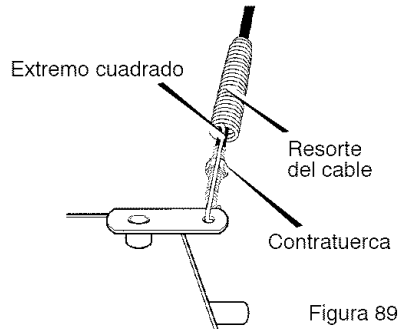

Figura 89
3. Meta el cable por el resorte hasta exponer la porción roscada del cable (Figura 89).